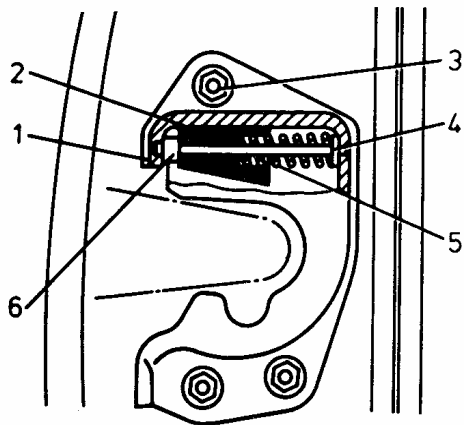

Fig. 72. Fiador de la cerradura de la puerta:
- el eje 4 (fig. 72), el muelle 5 y los lugares de contacto del dado 2 con el cuerpo 1 del fiador de la cerradura de la puerta - con grasa densa, antes de esto hay que despiezar el fiador y lavar las piezas con gasolina.